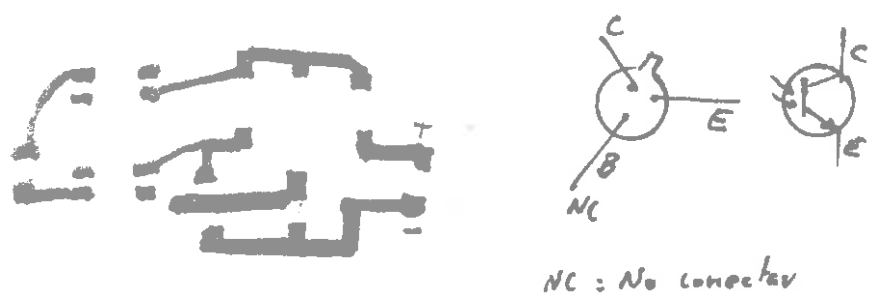

fig 3
2.2 Circuito receptor de infrarrojos, fig 3.